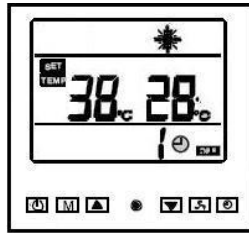

Abbildung 14: Einstellung des automatischen Standby.
Drücken Sie zum Starten der Wärmepumpe die Taste ; die Wärmepumpe startet innerhalb von drei Minuten. Das Display zeigt sofort die zuletzt gewählte Betriebsweise (Heizung oder Kühlung¹⁹), siehe Abbildung 13. Abbildung 14 und Abschnitt 5.2.13.8, die letzte eingestellte Temperatur und die aktuelle Wassertemperatur des Schwimmbeckens (Heizung oder Kühlung) an.
- Kühlung, das Display zeigt das Symbol  an, siehe Abbildung 14.
Es ist möglich, die von den einzelnen Fühlern erfassten Temperaturen durch Drücken der Taste (beim Modell BP-xxWS-B (xx=35, 50) die Taste drücken) für drei Sekunden anzuzeigen, wenn die Pumpe gestartet ist, siehe Abschnitt 5.2.4. Drücken Sie zum Anzeigen der von den verschiedenen Fühlern erfassten Temperaturen (drücken Sie beim Modell BP-xxWS-B (xx=35, 50) die Taste) Die von dem Fühler erfasste Temperatur wird für 10 Sekunden angezeigt; falls keine Taste gedrückt wird oder falls die Taste gedrückt wird, kehrt das Display zur Anzeige der üblichen Informationen zurück, siehe Abbildung 13 und Abbildung 14.